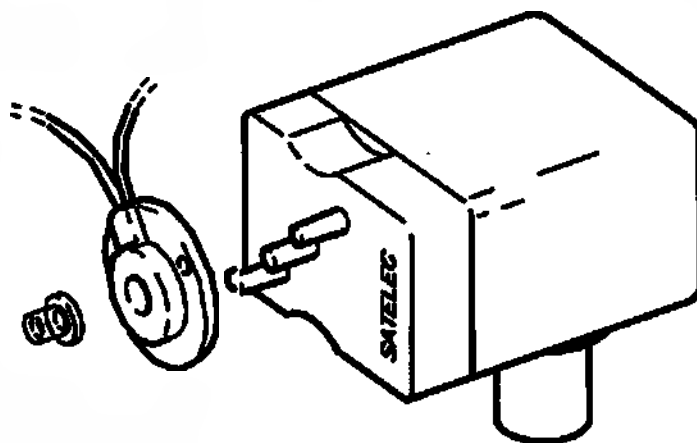

Рис. 1
5. Смонтируйте колесо насоса на моторе насоса (см. рисунок 1). Затем установите белый резиновый ограничитель на ось мотора